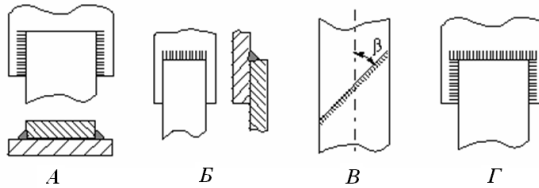

Рисунок 10.2 - Напускні типи зварних з'єднань
- **напускними** - коли бічні поверхні частково перекривають один одного. З'єднання цього типу виконуються кутовими швами, які мають форму, близьку до рівнобедреного трикутника (рис. 10.2). Залежно від розташування щодо зовнішньої сили шви бувають фланговими (рис. 10.2, а), лобовими (рис. 10.2, б), косими (рис. 10.2, в) і комбінованими (рис. 10.2, г);